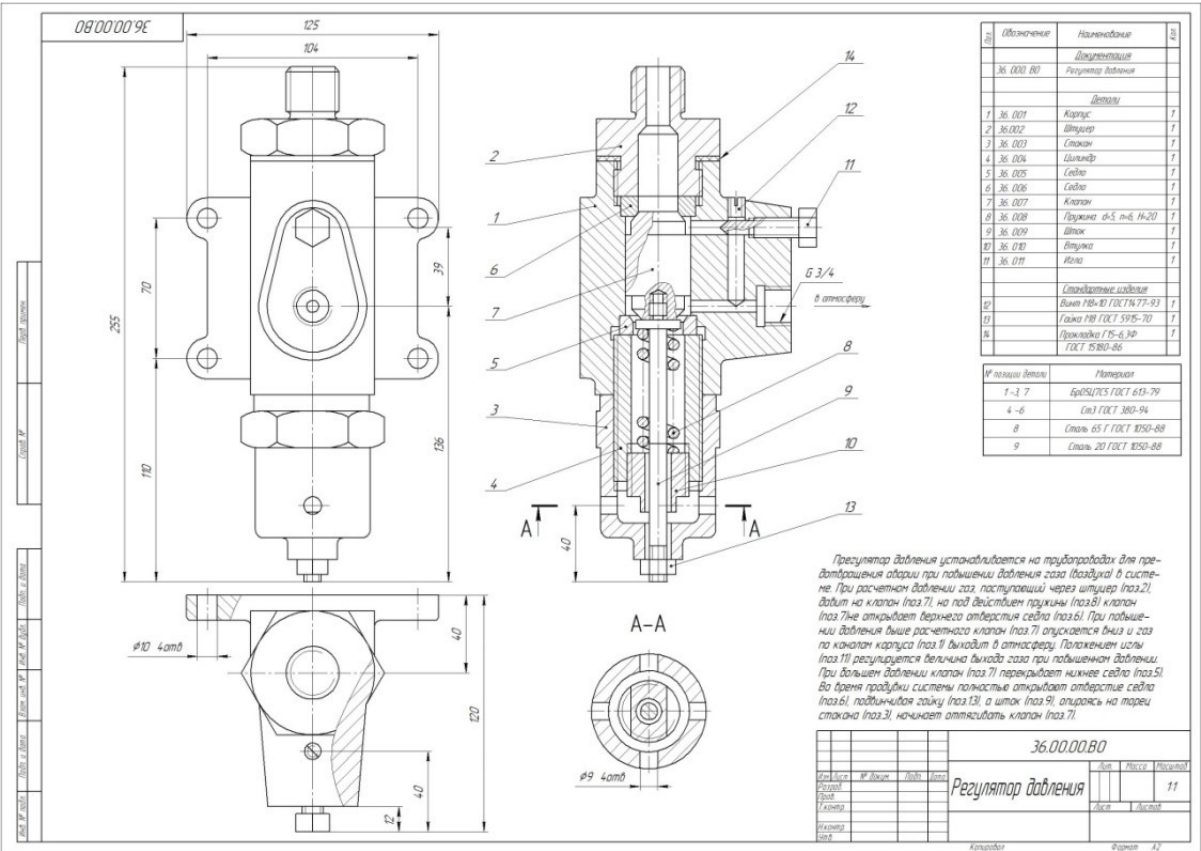
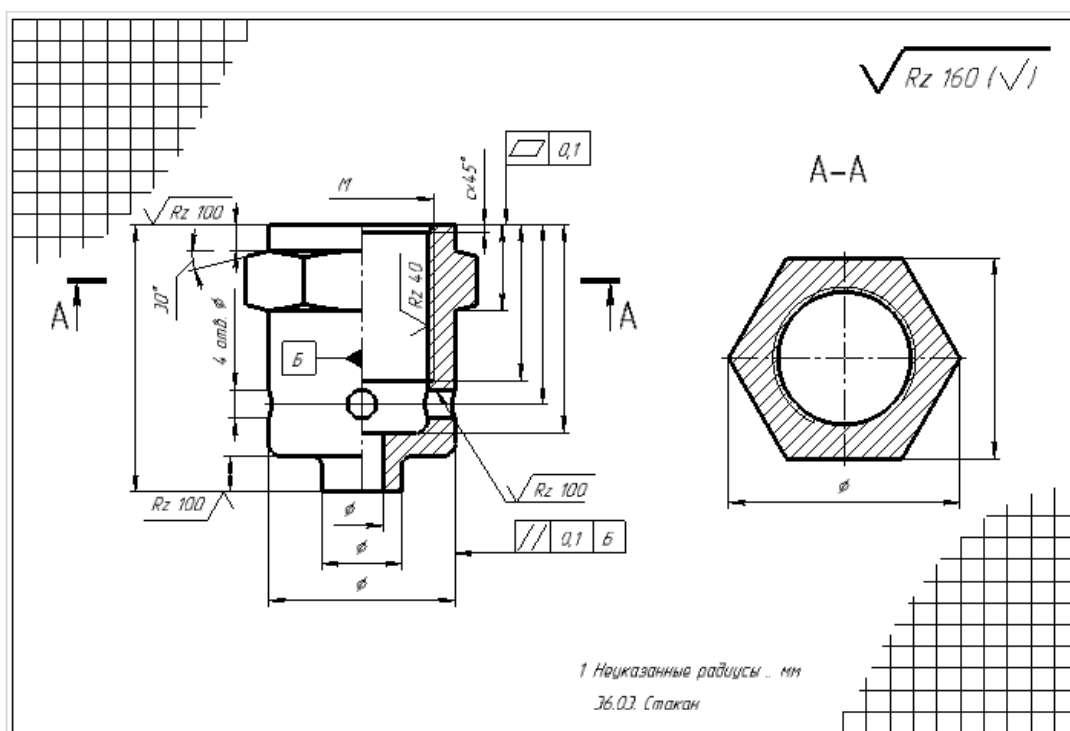

Рис.1 Образец варианта задания контрольной работы
Рис.2. Образец выполненного задания контрольной работы
2.	Выберите правильное обозначение шва сварного соединения Варианты ответов: 1. Рис. 1 3. Рис. 3 2. Рис. 2 4. Рис. 4
По заданному чертежу общего вида (Рис.1) выполнить рабочий чертеж детали позиции, указанной преподавателем (Рис.2)
Задание № 2: по заданному преподавателем чертежу общего вида (Рис.1) выполнить рабочий чертеж указанной нестандартной детали (Рис.2)